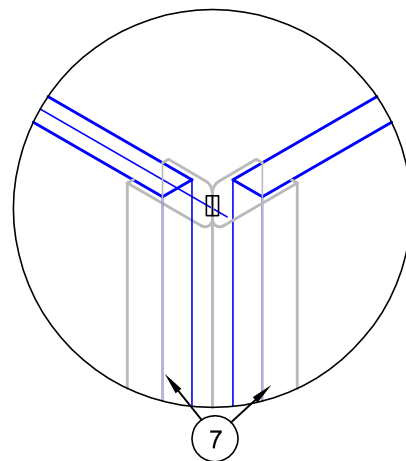
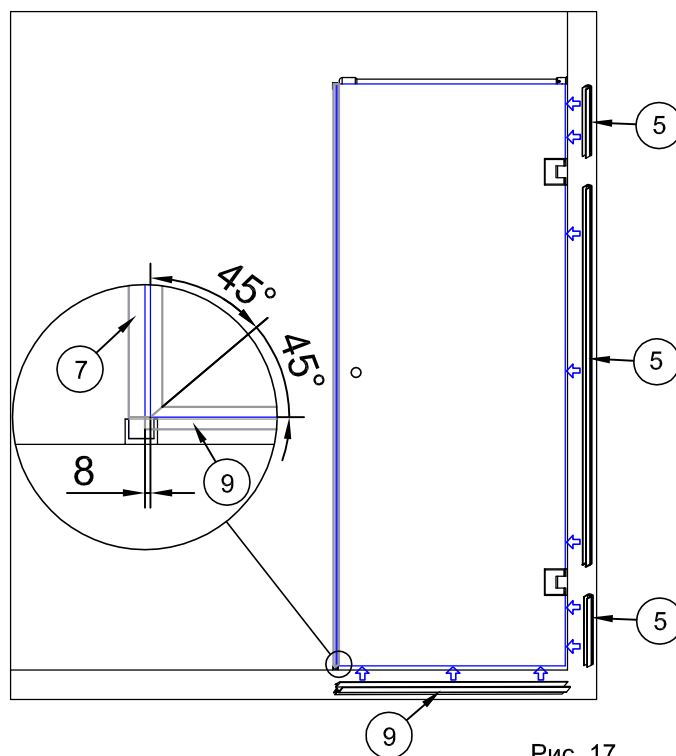

Рис. 16
Рис. 17
5.1. Установить на внешние торцы боковой стенки и двери магнитный уплотнитель №7 (рис.16). Нижний край уплотнителя на боковой стенке должен быть вплотную к профилю на полу. Нижний край уплотнителя на двери должен быть в одной плоскости с нижним торцом двери. Крылья, заходящие на стекло, подрезать под углом  $45^\circ$  (рис.17).
5.2. Уплотнитель с отливом на нижний торец двери №9 обрезать согласно рис.17. Другой конец уплотнителя должен быть вплотную к стене. Для обеспечения герметичности сторона уплотнителя, обрезанная под углом  $45^\circ$ , должна плотно прилегать к уплотнителю №7.
5.3. Установить уплотнитель №9 на нижний торец стекла двери. Прижмите край обрезанный под углом  $45^\circ$  к магнитному уплотнителю №7 (рис.17).
5.4. Установить уплотнитель №5 на торец двери со стороны петель (3шт.). Каждый отрезок необходимо подрезать для плотного прилегания к петлям и к уплотнителю №9 (рис.17).